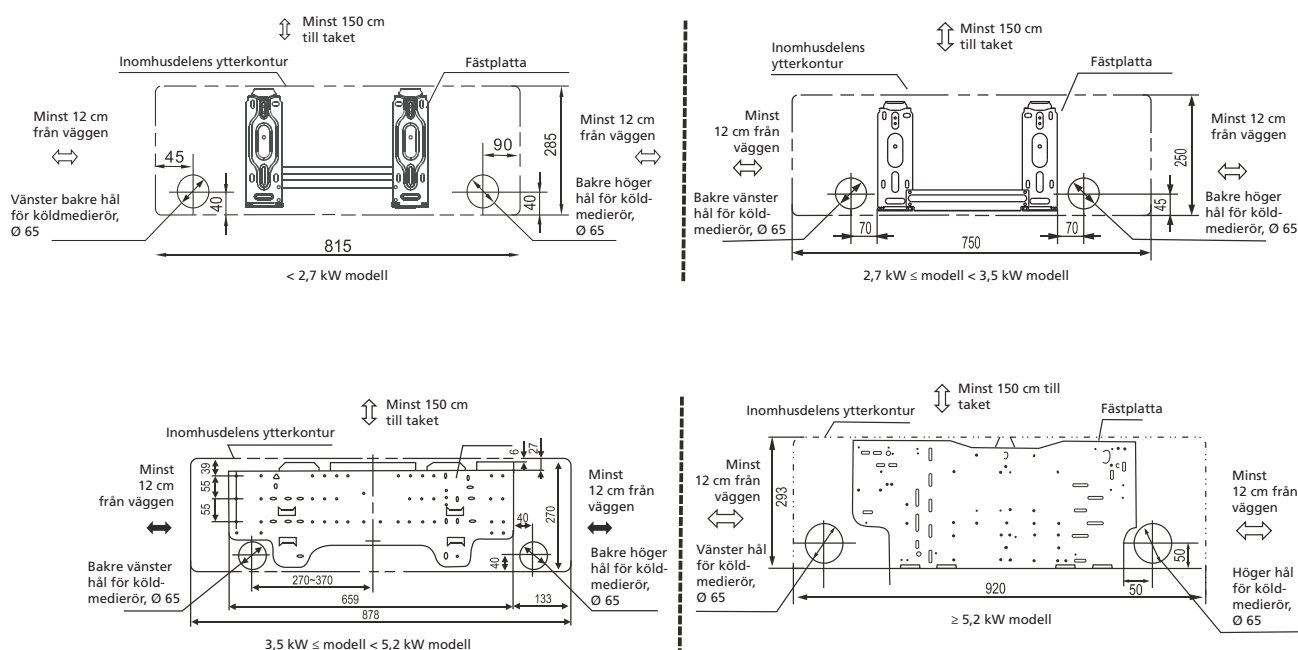

Bild 5
1. Bestäm hålets placering med hjälp av diagrammet i bild 5. Borra ett (1) hål (65 mm) något snett nedåt mot utsidan för att på så sätt förhindra att det kommer in vatten.